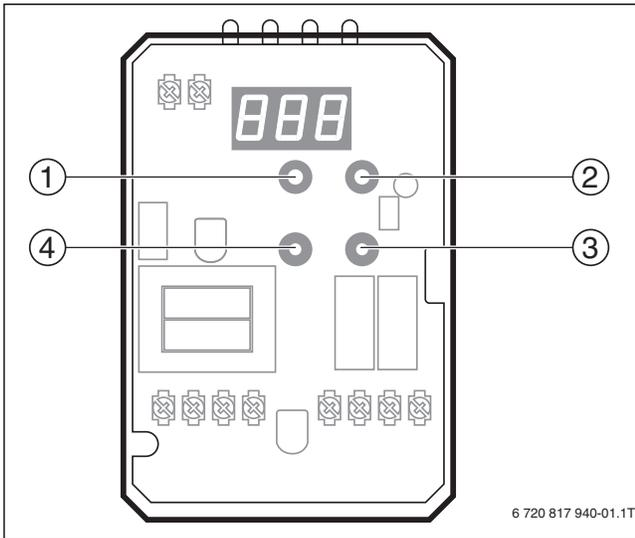

Fig. 5 Appareil de régulation Hydrolevel HydroStat®
- Sélectionner le mode requis (démarrage à froid ou à chaud) à l'aide de l'interrupteur de fin de course correspondant (→ fig. 5).